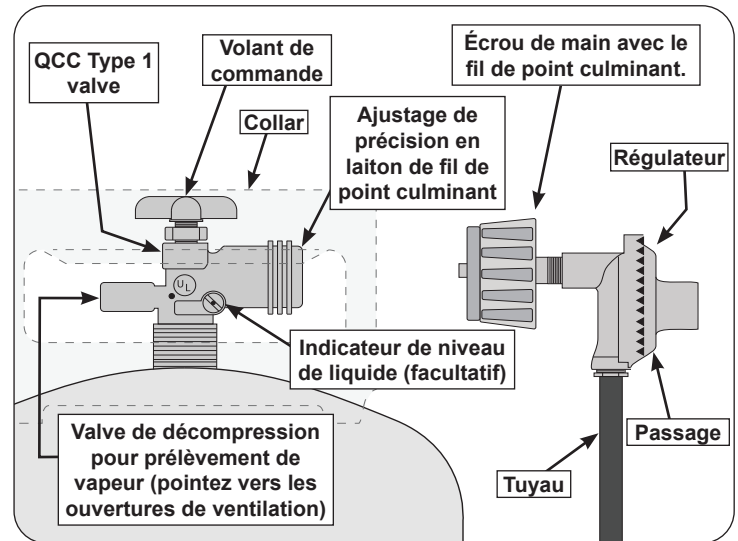

Fig. 8-1 Type coupleur de fil de point culminant d'I
- La bouteille utilisée doit comporter un collier pour protéger le robinet de la bouteille. Le système d'alimentation de la bouteille doit être conçu pour le retrait de la vapeur. Voir Fig. 8-1.
- Lorsqu'il est utilisé avec une bouteille, le système d'alimentation en gaz doit être utilisé avec un régulateur de pression. L'ensemble régulateur et le tuyau de pression (Fig. 8-1) fourni avec cet appareil de gaz à l'extérieur (**certaines modèles LP seulement**) doit être utilisé. Les régulateurs de pression d'origine et de remplacement et les ensembles de tuyaux doivent être ceux spécifiés par le fabricant pour la connexion avec un dispositif de connexion de bouteille identifié comme Type I par l'ANSI Z 21.58/CGA 1.6 et doivent être conformes à UL 144 en tant que partie du gaz propane autonome système d'alimentation (voir la liste des pièces pour les informations de commande).
**Pour déconnecter:** tournez l'écrou à main dans le sens antihoraire jusqu'à ce qu'il soit détaché (Fig. 8-1)